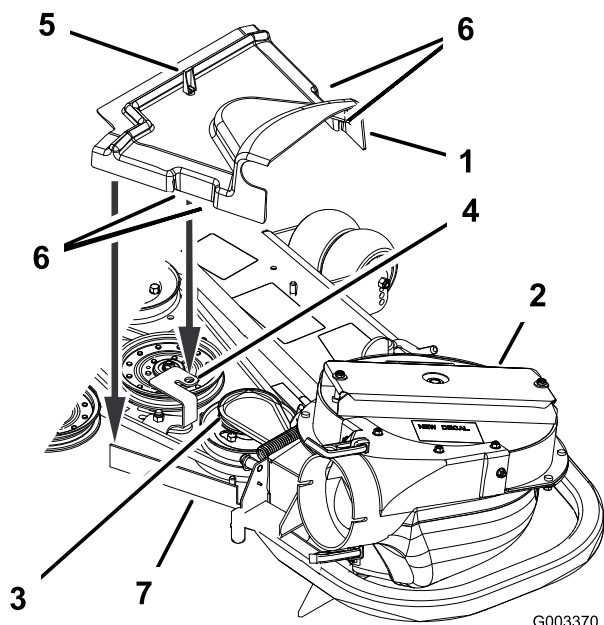

Figura 27
2. Instale la nueva cubierta de la correa de manera que las muescas de cada lado pasen por encima de los soportes de la cubierta de la correa, y enganche el cierre (Figura 27).